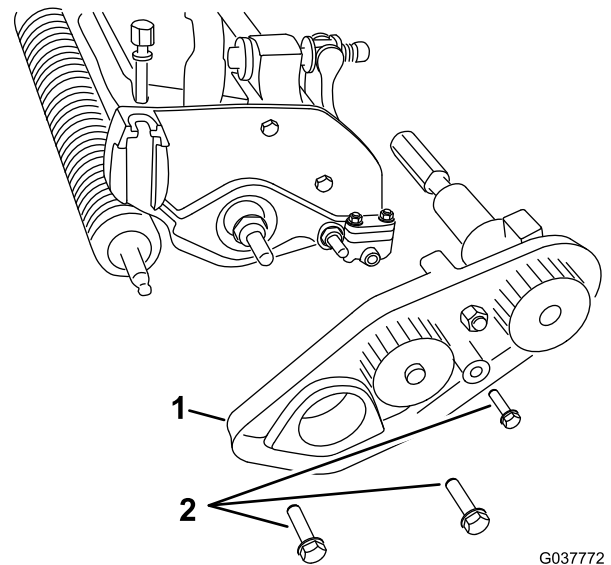

图8
4. 卸下将皮带驱动组件固定至滚刀组如配备的 3 个螺栓拆下整个组件 图8。